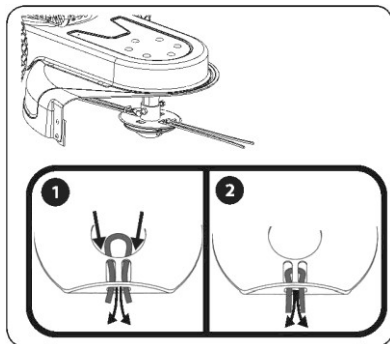

Рисунок 5-3
4. Скрестите концы струны и потяните, закрепив их в требуемой позиции. См. рисунок 5-3.